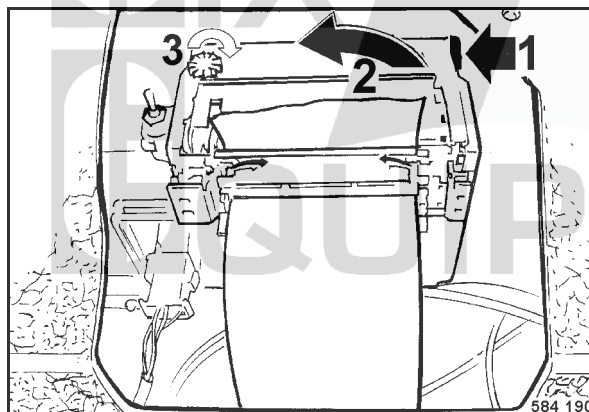

Fig. 106
- Relever la languette au point 1 (Fig. 106) et extraire le ruban encreur (2) de l'imprimante.
- Installer un ruban encreur neuf dans le guide de l'imprimante, d'abord à gauche, puis enfoncer à la languette (1).
- Tourner le bouton (3) dans le sens de la flèche pour tendre le ruban.